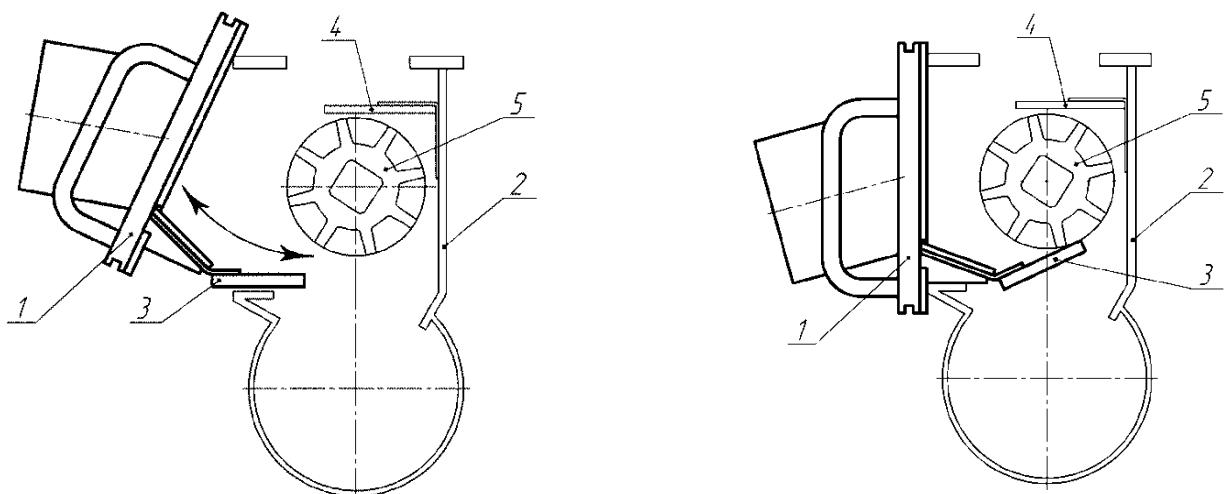

Рис.7 Установка/снятие крышки высевающего аппарата
4.9. Вместо стандартных крышек высевающих аппаратов установить крышки с системой управляемого опорожнения бункера поз.1 рис.7.